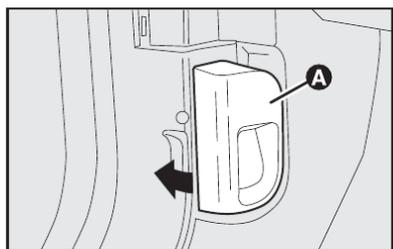

fig. 112
- 1) puxar a alavanca **A-fig. 112**.